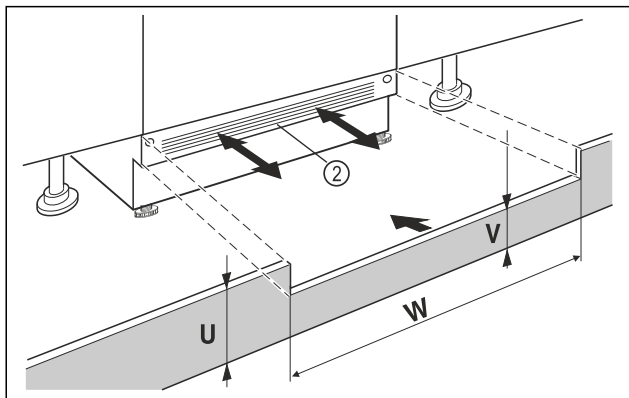

Fig. 40 Exempel
- Sätt på skåpets sockelpanel Fig. 40 (2) men fixera den inte än.
- Om sockelpanelen syns Fig. 40 (2) ska den dras framåt tills ventilationsgallret och möbelsockelpanelen ligger kant i kant.
- Om sockelpanelen är dold Fig. 40 (2) ska den skjutas bakåt så långt det går.
- Se till att ventilationsöppningarna är helt fria: Skär vid behov av möbelsockelpanelens Fig. 40 (U) på höjden!
- Längs nischens bredd passas Fig. 40 (W) stagets höjd Fig. 40 (V) under skåpets sockelpanel Fig. 40 (2) in.